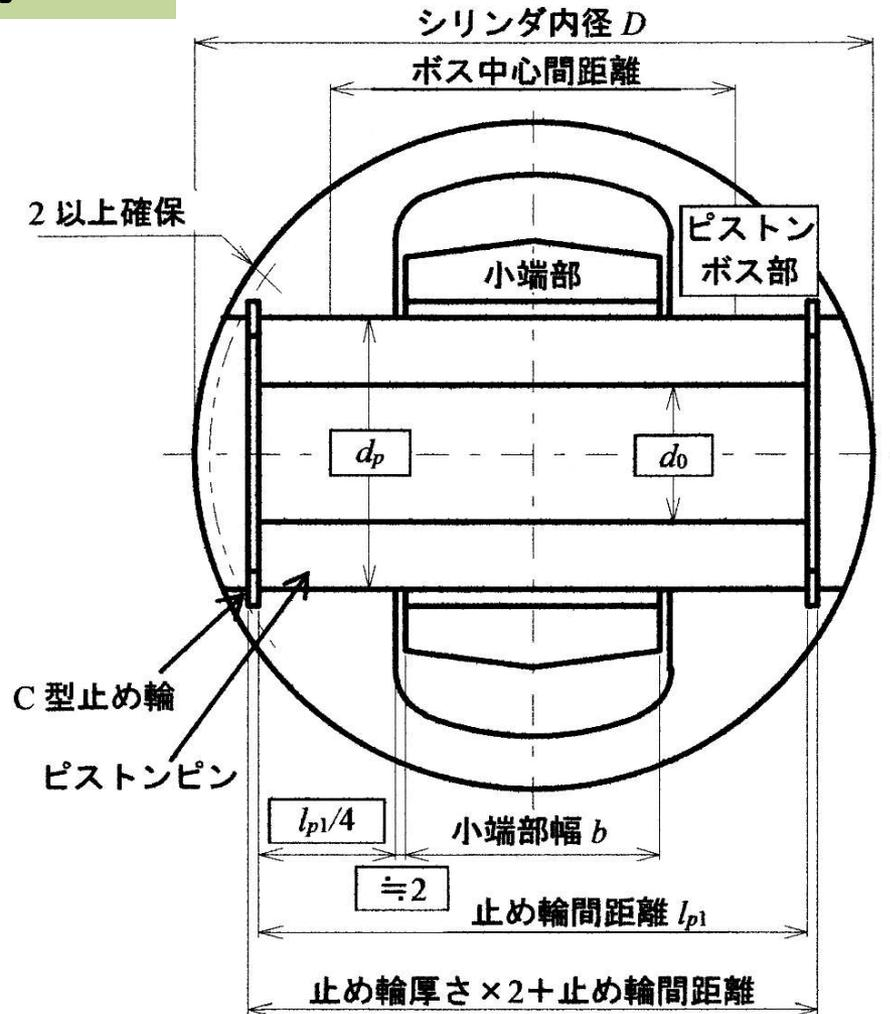
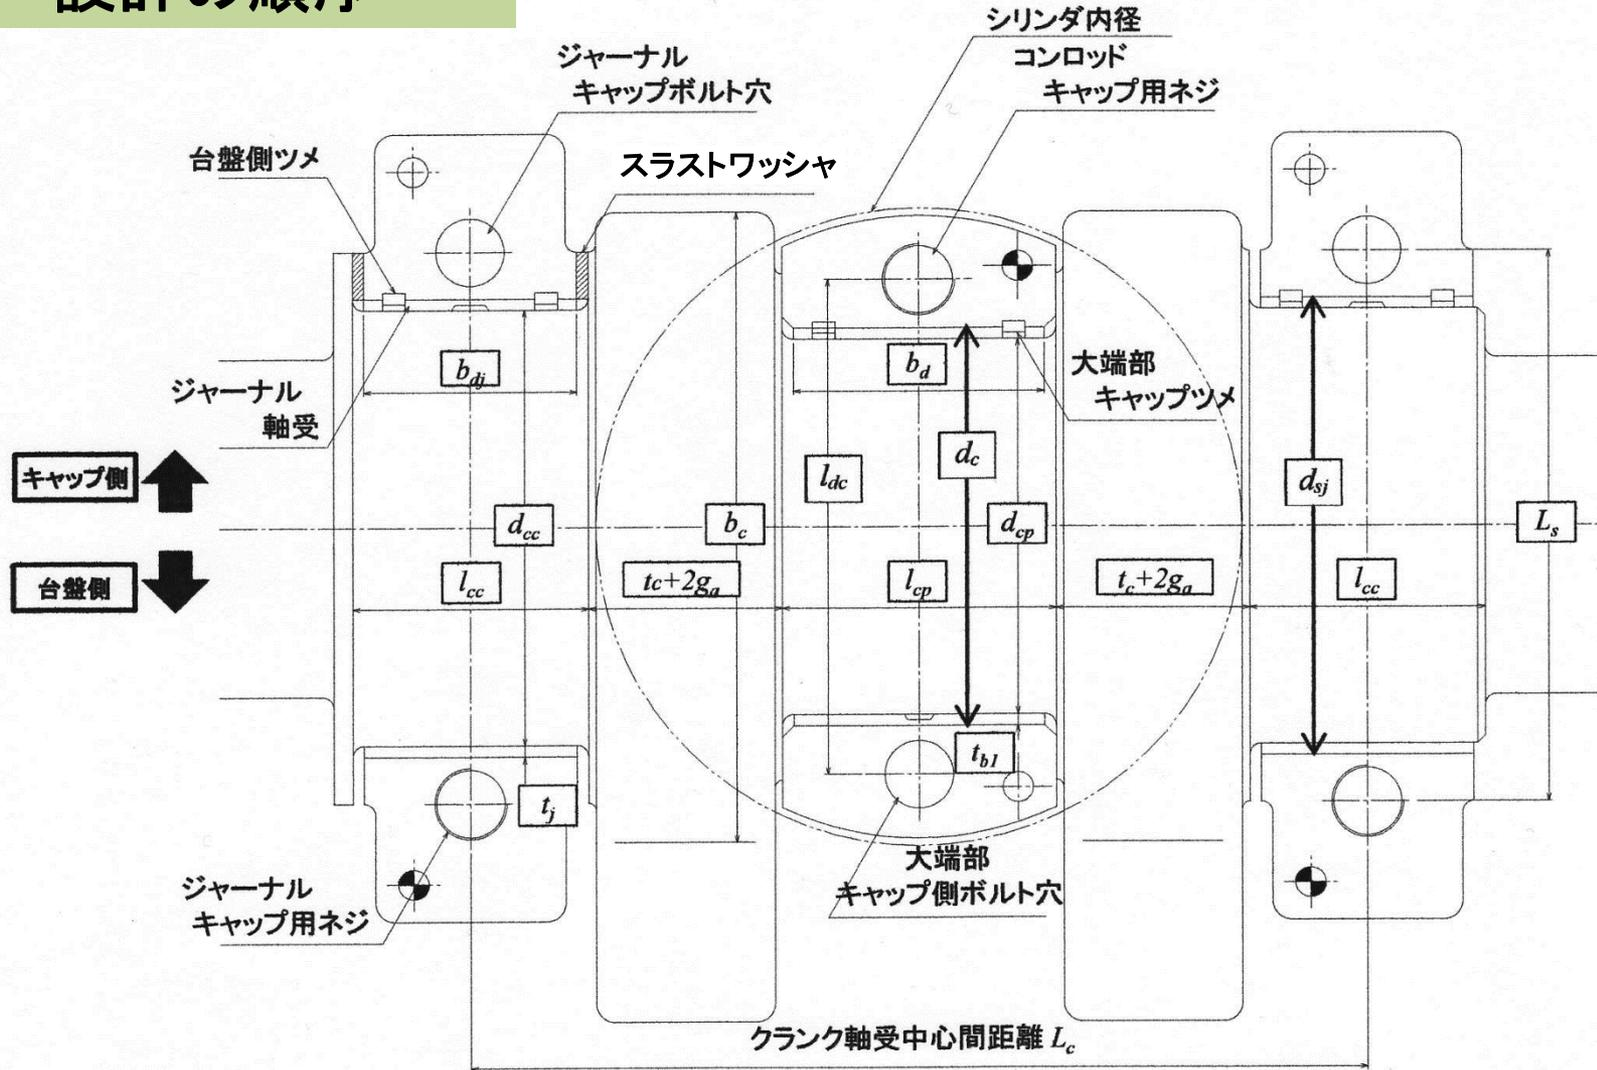

Fig. 3.3 ピストンピン周りの寸法
Fig.3.9 クランクシャフトとコンロッド大端部
- ・Fig.3.3(ピストンピン周りの寸法)、Fig3.9(クランクシャフトとコンロッド大端部)を作成する. ...組立図のベースとなる図のため重要!!